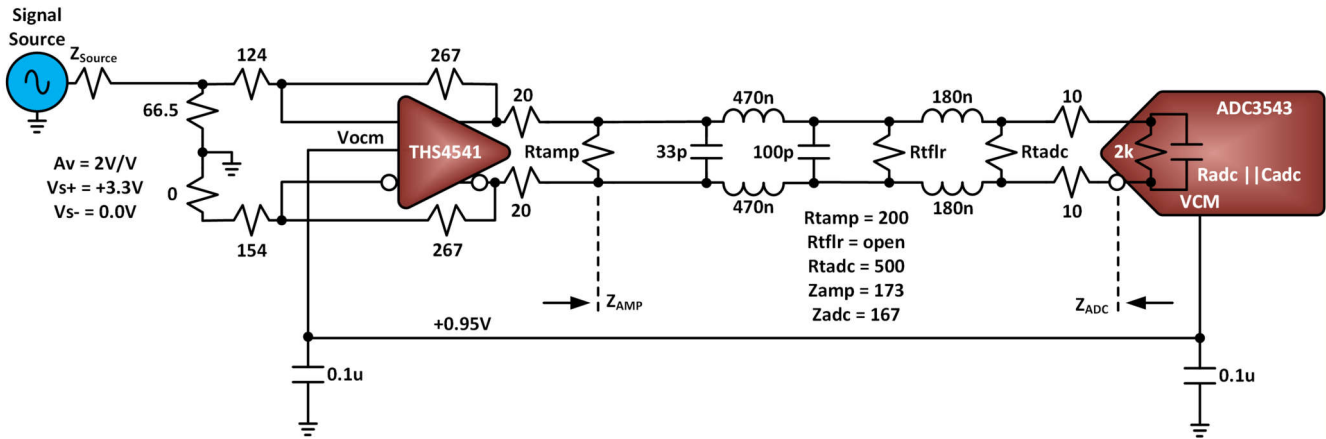

图 5-4. 真实直流耦合设计示例方框图
5. 根据图 5-4，在实验室中构建接收器设计并按照步骤 1 中概述的所有要求开始累积一些测试测量值。在该用例中，本示例使用 THS4541 FDA 和 ADC3543 评估模块测试板（或 EVM），它们通常提供几个方便的修改选项以实现此类设计。不包含焊铁。